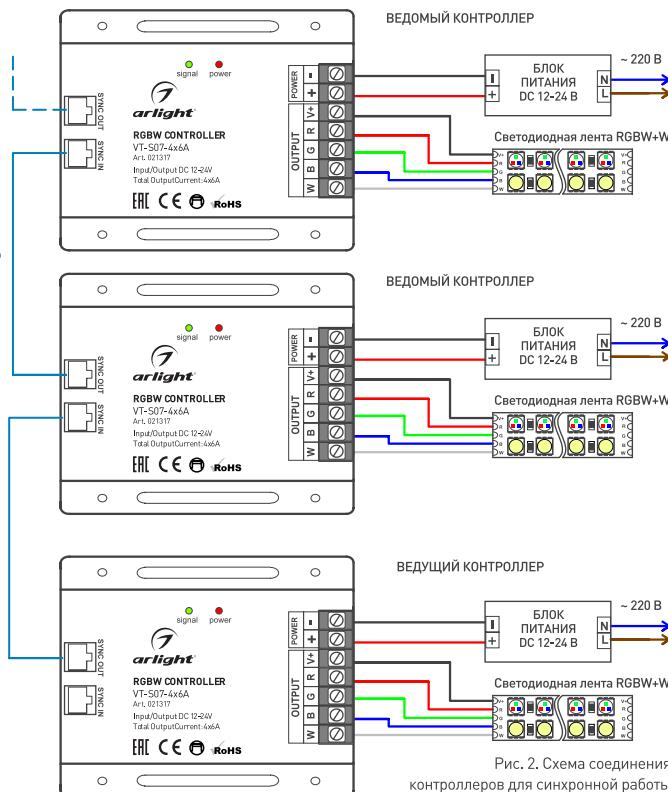

Рис. 2. Схема соединения контроллеров для синхронной работы
- 3.9. Если необходимо синхронно управлять несколькими подобными контроллерами, можно объединить их по шине с помощью стандартного патч-корда и специально предусмотренных в устройстве разъемов RJ45. При этом следует соблюдать направление передачи сигнала: SYNC OUT – Выход, SYNC IN – Вход (Рис. 2). **Примечание! В связи с обновлением встроенного программного обеспечения (прошивки), алгоритм работы контроллера может незначительно отличаться от приведенного. Обновленные инструкции к новым версиям оборудования вы можете найти на сайте arlight.ru.**